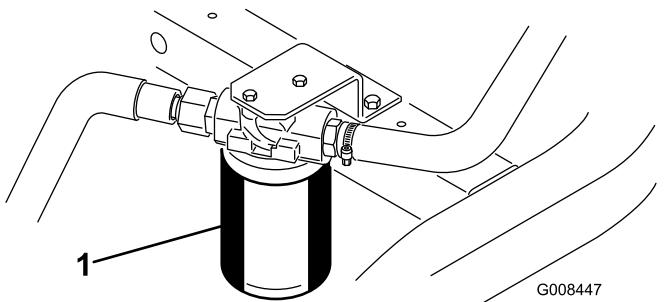

图51
- 清洁过滤器安装区周围的区域 图51。在过滤器下面放置一个放油盘并拆下过滤器。